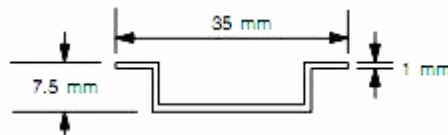

图 2 DIN 导轨
①模块的设计采用自然对流散热方式。在器件的上方和下方都必须留有至少 25 mm 的空间, 以便于正常的散热。前面板与背板的板间距离也应保持至少 75 mm。
②模块可以很容易地安装在一个标准 DIN 导轨或控制柜背板上, 导轨规格为: TS35/7.5, 如图 2 所示